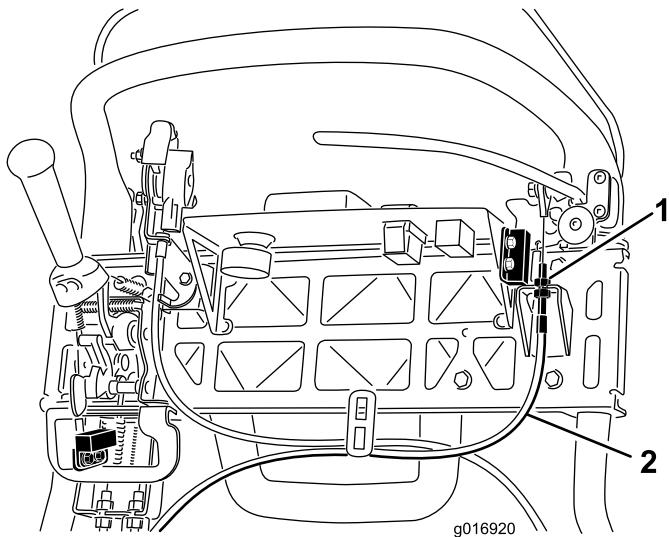

Figura 40
3. Para aumentar a tensão do cabo, desaperte a porca de bloqueio do cabo dianteiro e aperte a porca de bloqueio do cabo traseiro (Figura 40) até que seja obtida uma força de 156 N, de maneira a que se possa engatar o travão, é necessário para soltar o bloqueio do travão de parqueamento. Não ajuste demasiado ou poderá prender o travão de parqueamento.